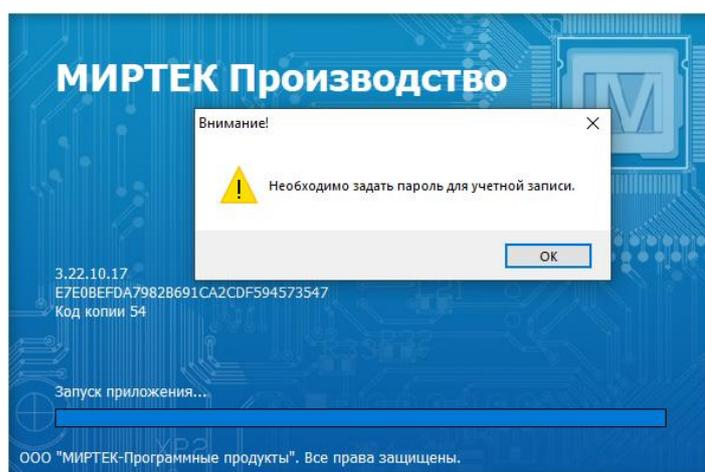

Рисунок 5 – Информационное сообщение
- цифры в круглых скобках в тексте перед наименованием рисунка, например: (1) (см. рисунок 5), означают порядковый номер шага на рисунке при выполнении того или иного действия, при этом номер рисунка указывается один раз и все последующие шаги относятся к данному рисунку, если нет ссылки на следующий.
Далее после информационного сообщения о необходимости введения пароля для учетной записи (см. рисунок 5) вводим значение пароля в поле **Пароль** и нажимаем кнопку **ОК**.